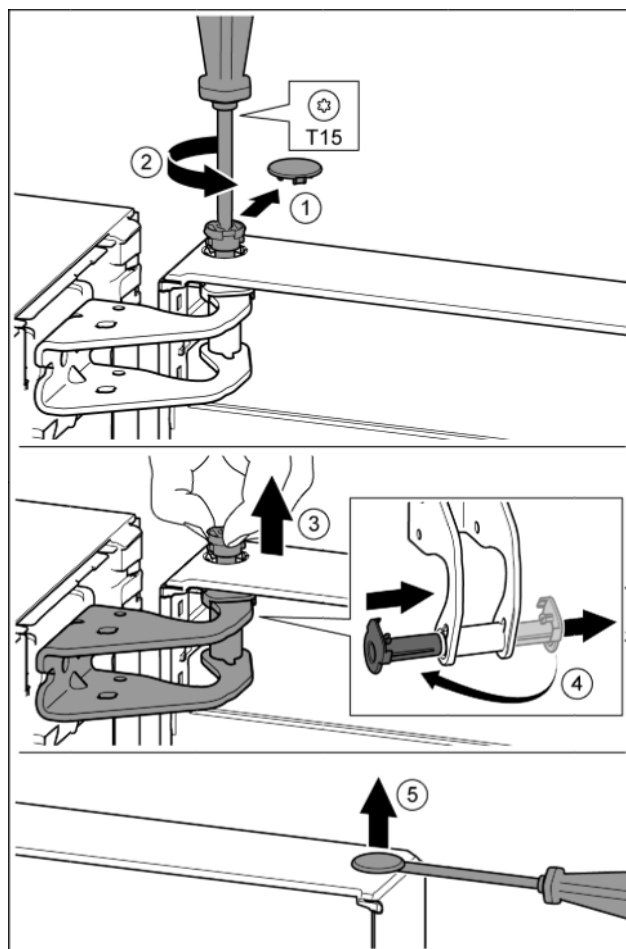

Fig. 12
- ▶ Ostrożnie zdjąć osłonę zabezpieczającą. Fig. 12 (1)
- ▶ Sworzeń wykręcić nieco przy pomocy śrubokręta T15. Fig. 12 (2)
- ▶ Przytrzymać drzwi i wyjąć sworzeń palcami. Fig. 12 (3)
- ▶ Tuleję łożyskową wyjąć z prowadnicy. Założyć z drugiej strony i zazębnić. Fig. 12 (4)
- ▶ Zatyczkę ostrożnie podważyć przy pomocy śrubokręta i wyjąć z tulei łożyskowej drzwi. Fig. 12 (5)